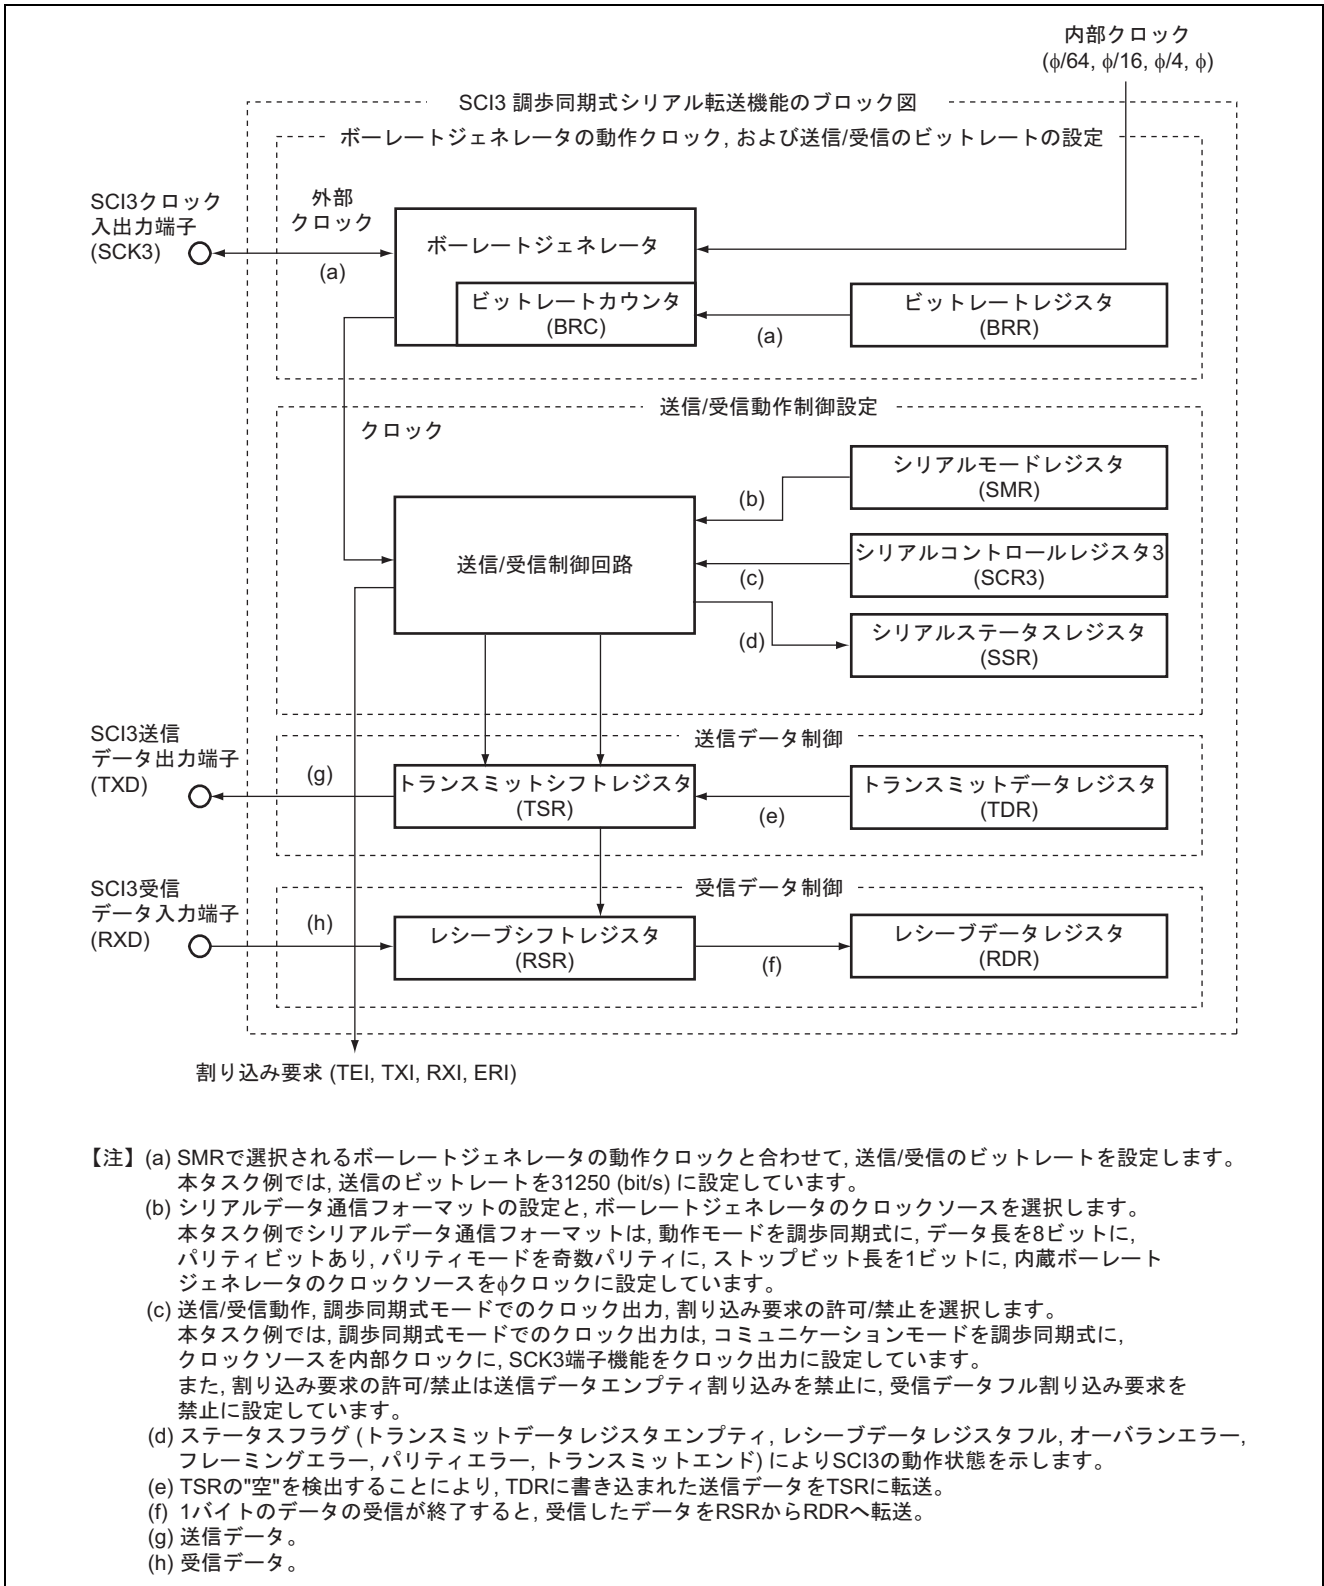

図2 調歩同期式シリアルデータ送信のブロック図
1. 本タスク例では、シリアルコミュニケーションインタフェース (SCI : Serial Communication Interface) を使用して、調歩同期式のシリアルデータの送信を行いません。図 2 に調歩同期式シリアルデータ送信のブロック図を示します。以下に調歩同期式シリアルデータ送信のブロック図について説明します。